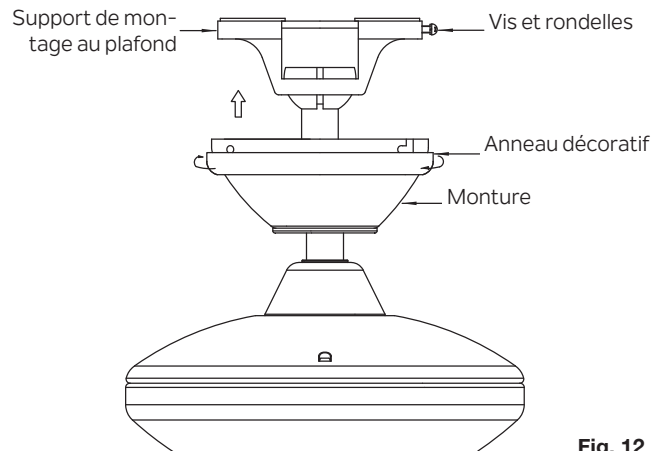

Fig. 12
**Étape 2.** Faites glisser la monture jusqu'au plafond et fixez la monture au support de montage au plafond, à l'aide des 4 vis sur le bord supérieur du support de montage. Insérez chaque vis à travers le trou de montage de la monture dans le support de montage. Serrez bien toutes les vis. (Fig. 12)